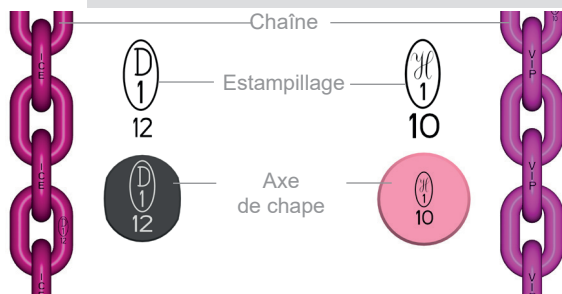

Fig. 4: Différence ICE et VIP
Le présent mode d'emploi s'applique aux variantes suivantes du CCS-FASTLOX (pour l'affectation voir Fig. 4) :
- Classe de qualité du composant (Fig. 4)
Lors du montage du CCS-FASTLOX, veuillez toujours à ce que tous les composants soient correctement affectés (Fig. 4) :
- Pour les composants ICE, utilisez uniquement l'axe de chape ICE ovale (Fig. 4)
- Pour les composants VIP, utilisez uniquement l'axe de chape rond VIP (Fig. 4)